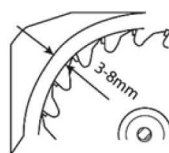

Fig.1c
- > Ajuste a faca de fender (5) de forma a que o espaço entre a lâmina da serra (2) e a faca de fender (5) seja **3-8 mm**. (Fig.1c)
- > A faca de fender (5) tem de estar alinhada com a lâmina da serra (2) na direção longitudinal.
- > Insira o suporte da mesa (17) e reaperte os dois parafusos de cruz (17a).